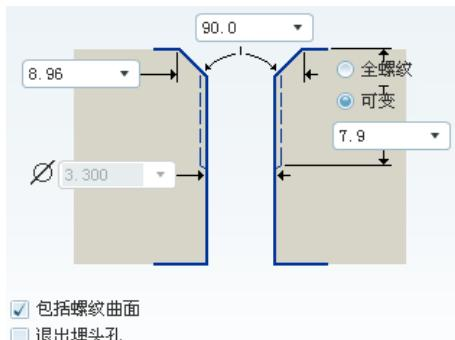
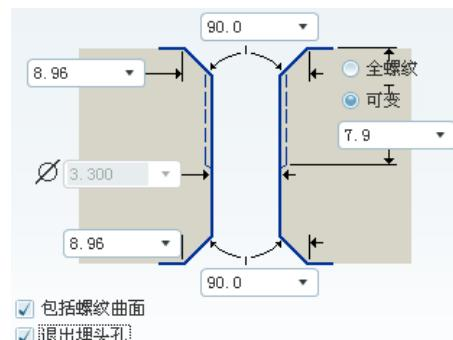

图 5.14.14 埋头螺钉螺孔 1
图 5.14.15 埋头螺钉螺孔 2
(2) 埋头螺钉螺孔形式。在操控板中单击 螺钉 和 M , 再单击 形状 , 系统弹出图 5.14.14 所示的界面, 如果选中 \checkmark 退出埋头孔复选框, 则螺孔形式如图 5.14.15 所示。注意: 如果不选中 \checkmark 包括螺纹曲面复选框, 则在将来生成工程图时, 就不会有螺纹细实线。